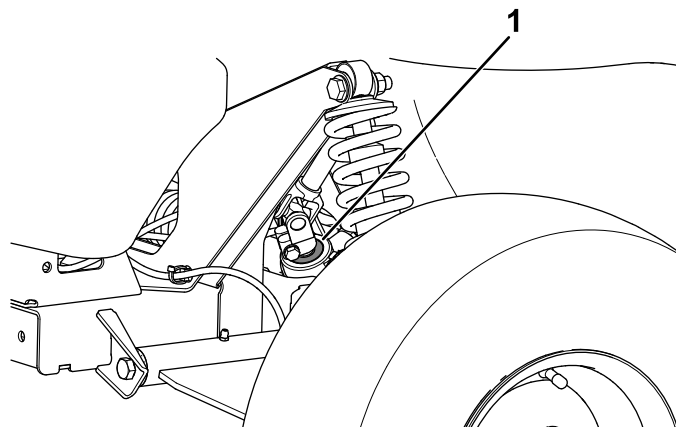

Figure 42
**Important:** Vérifiez l'état et la fixation du joint de l'arbre de pignon (Figure 42).